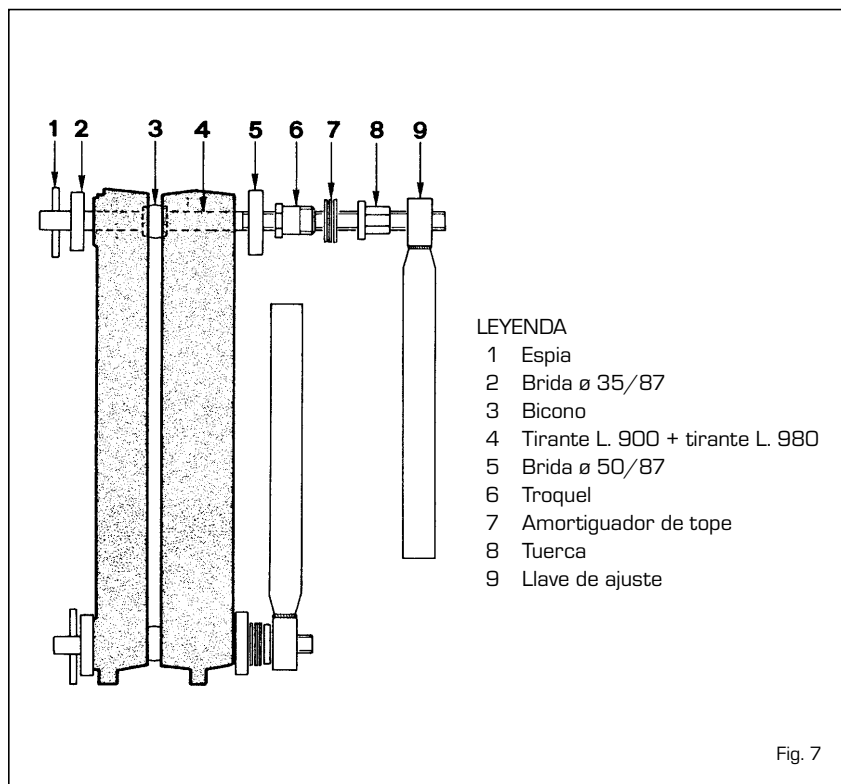

Fig. 7
- ensamblar los elementos con el apósito kit formado por una pareja de tirantes para el ensamblaje con los relativos accesorios cód. 6050900 (fig. 7) aplicando la presión simultáneamente sobre el bicono superior y sobre el inferior: